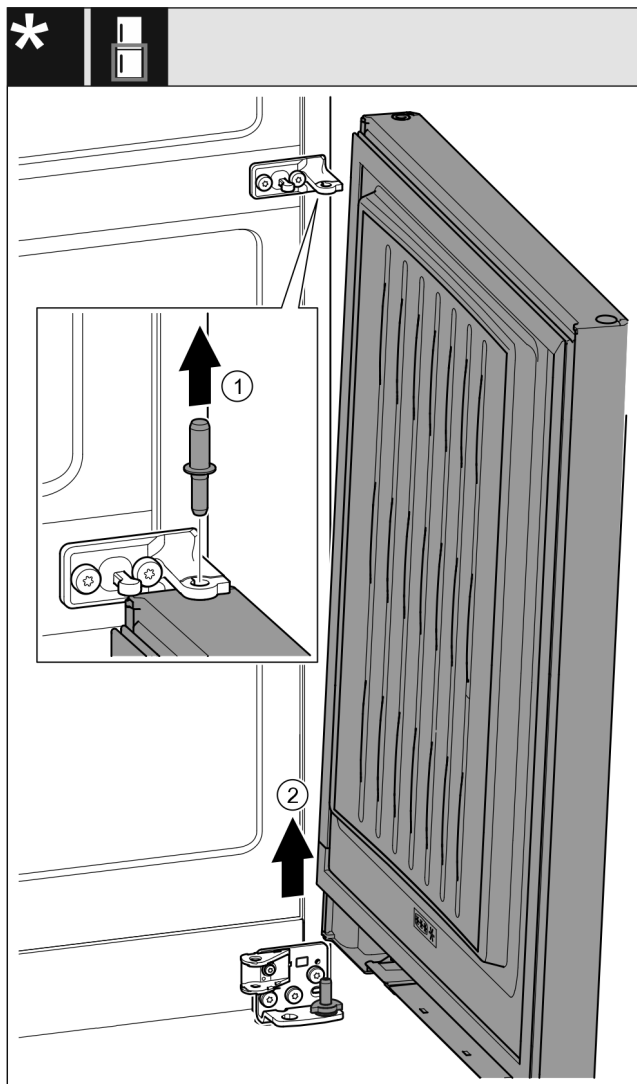

Fig. 22 S tlumičem zavírání*
- Čep Fig. 22 (1) vytáhněte nahoru.*
- Dveře Fig. 22 (2) kýváním vysadíte a odložíte stranou.*